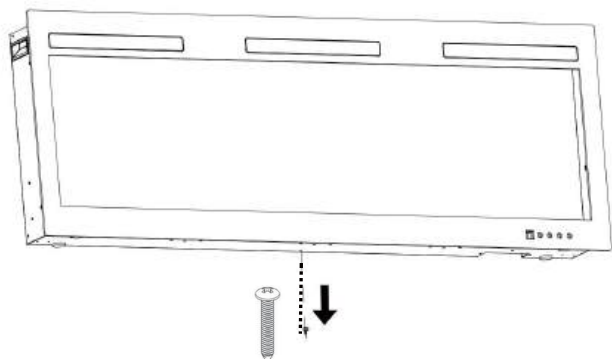

Fig 4-1
A. Odkręć srebrną śrubę w dolnej części urządzenia. (**Rys. 4-1**). Odłóż śrubę na bok.
- Przy pomocy złączy połącz zielone przewody uziemiające (G), standardowe białe przewody (N), a następnie czarne przewody termoelektryczne (L) (POR FIG. C).
- Przykręć pokrywę na miejsce przy pomocy trzech śrub, tak jak to pokazano na FIG. 4-1.